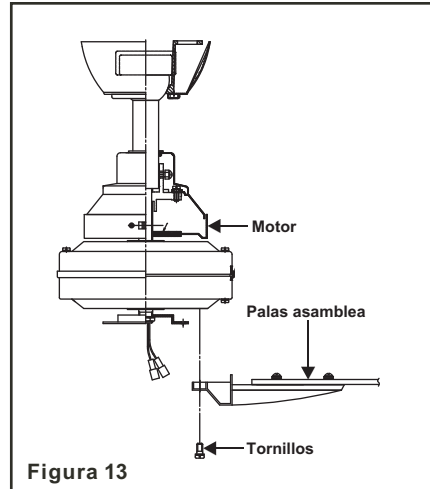

Figura 13
Paso 3. Alinie los agujeros de la abrazadera con los del motor y asegurela con los tornillos suministrados. Apriete bien los tornillos. (Figura 13).